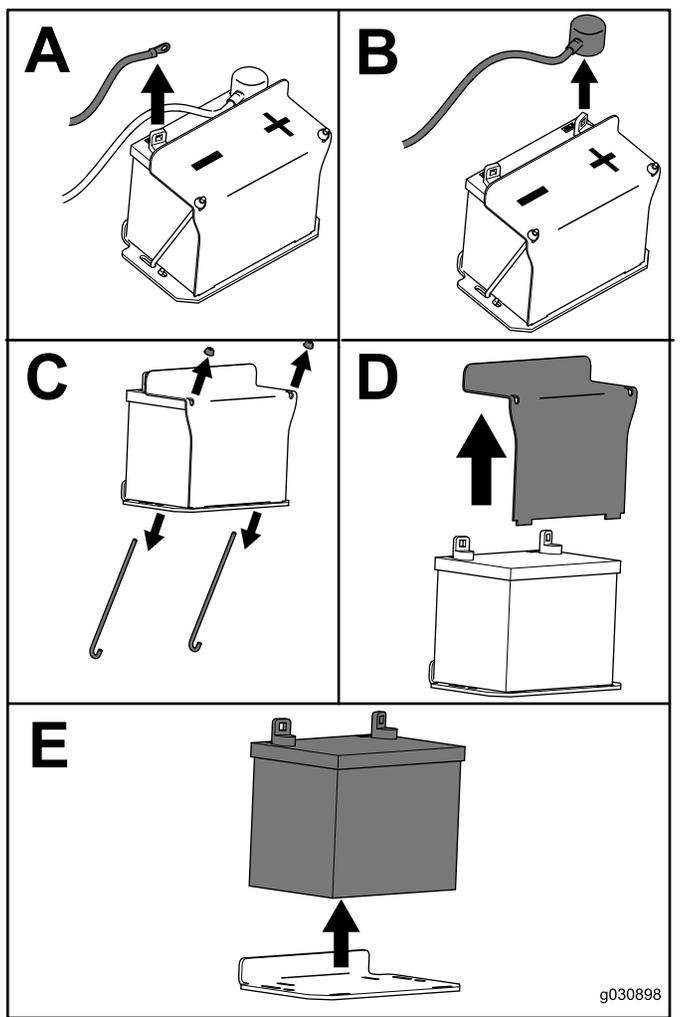

Рисунок 61
3. Снимите аккумулятор, как показано на Рисунок 61.